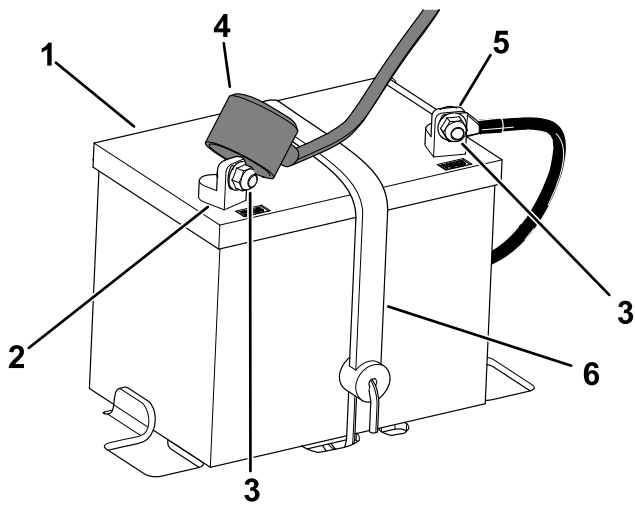

Figura 41
3. Desconecte el cable negativo de tierra (negro) del borne de la batería (Figura 41).
5. Desconecte el cable positivo (rojo) del borne de la batería (Figura 41).
6. Retire el perno de sujeción de la batería (Figura 41) y levante la batería de la bandeja.
1. Coloque la batería en la bandeja (Figura 41).
5. Fije la batería con la correa de sujeción (Figura 41).